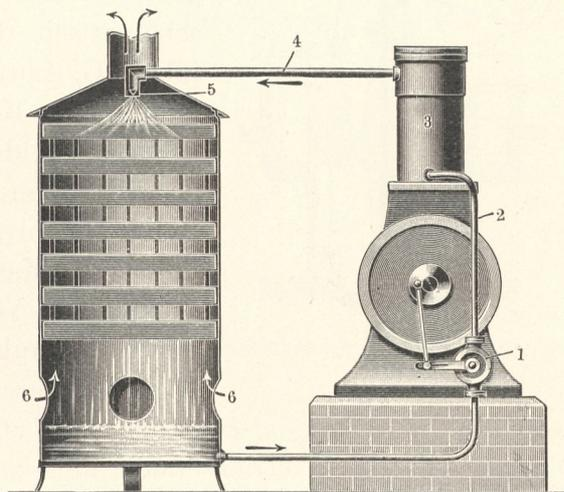

Fig. 240. Ventilationskühler.
*Gradierwerke.* Die für die Rückkühlung des Kühlwassers aufgestellten Gradierwerke, bei denen das Wasser mit der Kühlluft in unmittelbare Berührung kommt, wirken wie die Kamin-kühler für die Oberflächenkondensatoren der Dampfmaschinen (vgl. Seite 71). Die Gradierwerke finden bei Großgasmaschinen Verwendung, brauchen aber viel Raum und sind teuer. Auf dem gleichen Prinzip beruhen die bei kleineren, namentlich lokomobilen Ölmaschinen häufig zu findenden *Ventilationskühler* (Fig. 240), in denen sich das kalte Wasser unten ansammelt und von einer kleinen, von der Maschine angetriebenen Pumpe 1 durch die Leitung 2 dem Kühlmantel des Arbeitszylinders 3 zugeführt wird, von dem aus es durch die Rohrleitung 4 dem Kühler wieder zuströmt. Im höchsten Punkte des Kühlers wird das Wasser durch einen Zerstäuber 5 fein verteilt und rieselt langsam über ein System übereinandergeschichteter Latten nach unten. Hierbei kommt es in innige Berührung mit der von unten bei 6 zuströmenden Luft, deren Zugwirkung häufig durch einen von der Maschine angetriebenen Ventilator unterstützt wird.